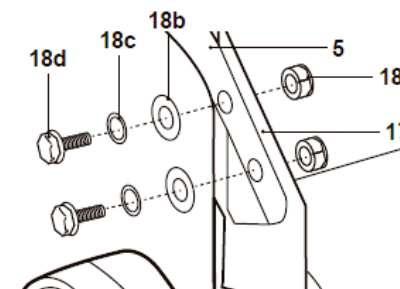

Fig. 4
6. Fixer la poignée inférieure (5) sur les supports de poignée (17) avec les kits de montage (18) (Fig. 4).